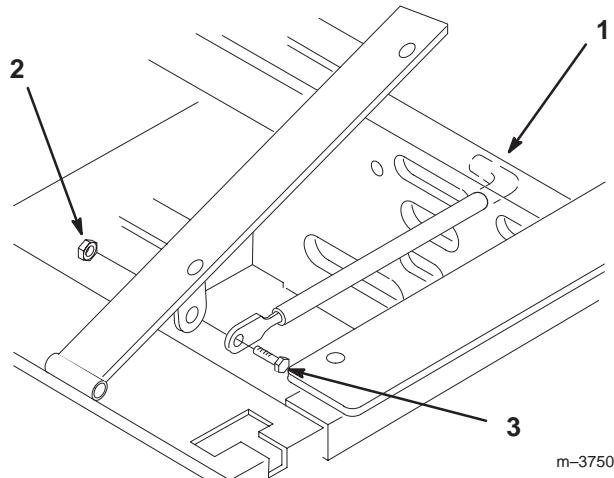

Bild 3
1. Kippen Sie den Sitz hoch. Entfernen Sie die Sicherungsmutter (5/16"), mit der die Sitzarretierstange am Sitzrahmen abgesichert wird (Bild 3), von der Schraube.
2. Entfernen Sie die Arretierstange vom Sitz und stecken das "L"-förmige Ende der Stange in das Loch unmittelbar links über der Hydraulikpumpe (Bild 3).
3. Positionieren Sie die Sitzarretierstange an der Außenseite der Befestigungsnase des Sitzrahmens und sichern sie mit einer Schraube (5/16 x 1") und Sicherungsmutter (5/16") ab (Bild 3).